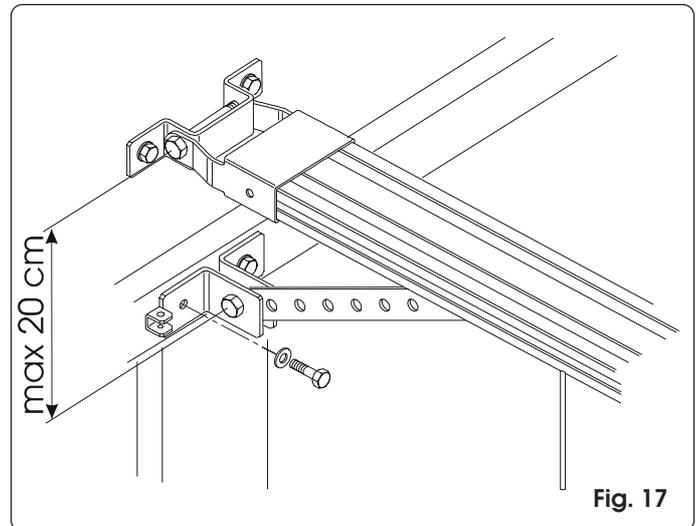
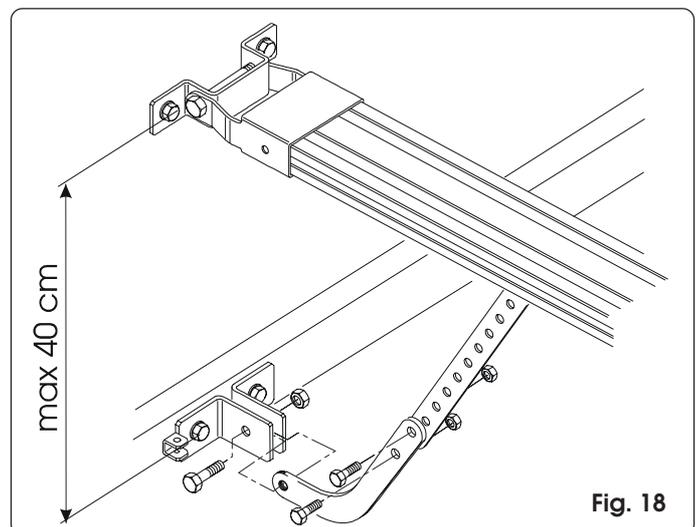

Fig. 17
Fig. 18
- 4) Controllare che la distanza tra gli interassi dei fori di fissaggio dell'attacco anteriore e dell'attacco sulla porta non sia superiore a 20 cm (fig. 17). Per un corretto funzionamento dell'automazione, si consiglia di evitare inclinazioni del braccetto superiori a 30° rispetto alla guida di scorrimento. Se si utilizza il braccetto curvo per porte sezionali (opzionale) eseguire l'assemblaggio con il braccetto dritto del carrello come indicato in fig. 18. Per migliorare l'efficienza del sistema antischiacciamento, si consiglia di fissare l'attacco sulla porta sezionale il più in basso possibile, senza superare però la distanza di 40 cm dall'attacco anteriore dell'operatore.